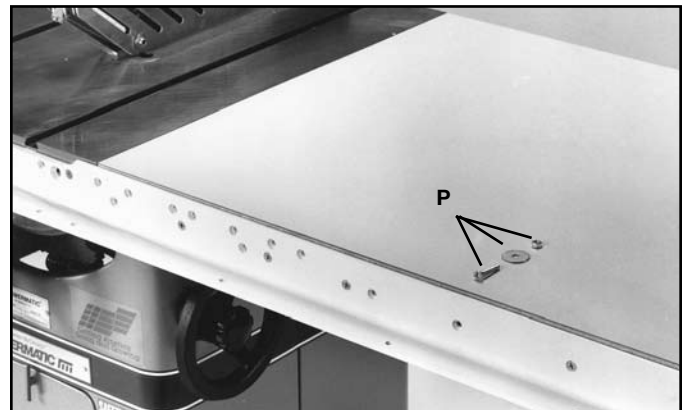

FIG. 21
13. Après le transperçage des trous à l'avant et l'arrière du bâti de la table, fixer les barres de guidage avant et arrière à la table, fig. 21, au moyen des longues vis à tête plate de 1/4-20 x 1 1/2 po (6 mm-20 x 38 mm), rondelles protectrices et écrous hexagonaux (P) fournis.